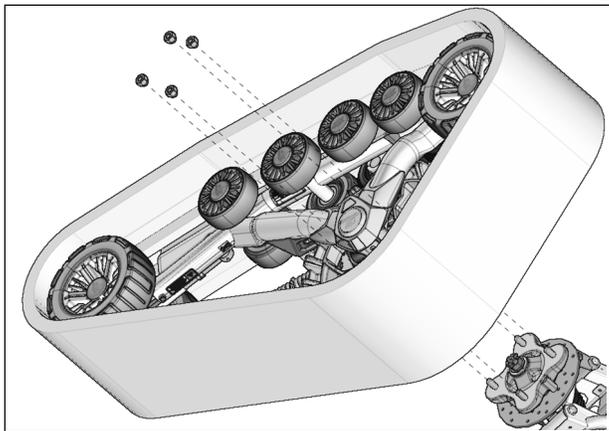

Fig. 11
10. Fixer le système de traction au moyen de roue arrière. Utiliser les écrous de roue d'origine du véhicule. Voir la Fig. 11